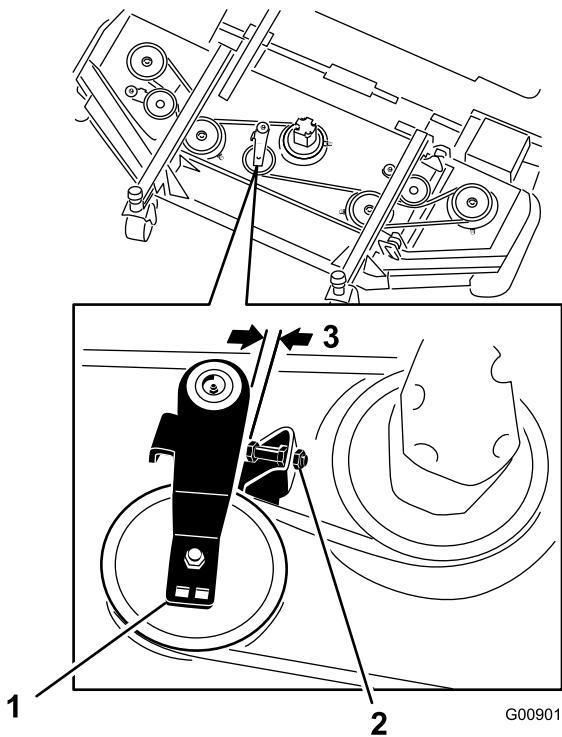

Figura 81
3. En la carcasa delantera, afloje las contratuerzas del tornillo de tope de la polea tensora y enrosque el tornillo de tope en el soporte (Figura 81).
4. Con una llave de carraca u otra herramienta similar, aleje la polea tensora de la correa de transmisión para aliviar la tensión de la correa y poderla retirar de las poleas de la carcasa (Figura 81).